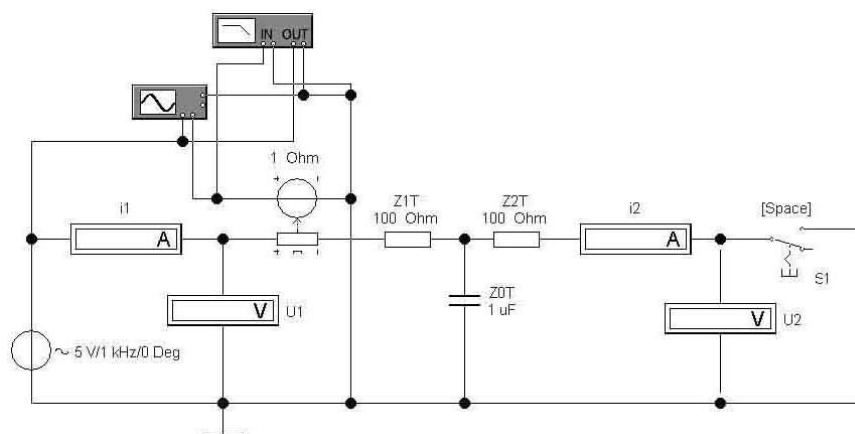

Рис. 3. Исследование четырёхполюсника (моделирование в программе EWB)
8. Выполнить эксперименты в программе EWB. Открыть файл lab\_4pol.ewb. Схема цепи соответствует рис. 3. Установить значения элементов цепи лабораторного стенда  $Z_{1T}$ ,  $Z_{2T}$ ,  $Z_{0T}$ .